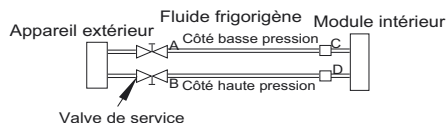

Figure 15 – Valve de service
1. Serrez complètement les écrous évasés A, B, C et D, branchez le flexible de l'ensemble de manomètres à un orifice de charge de la valve de service côté basse pression (voir fig. 15).